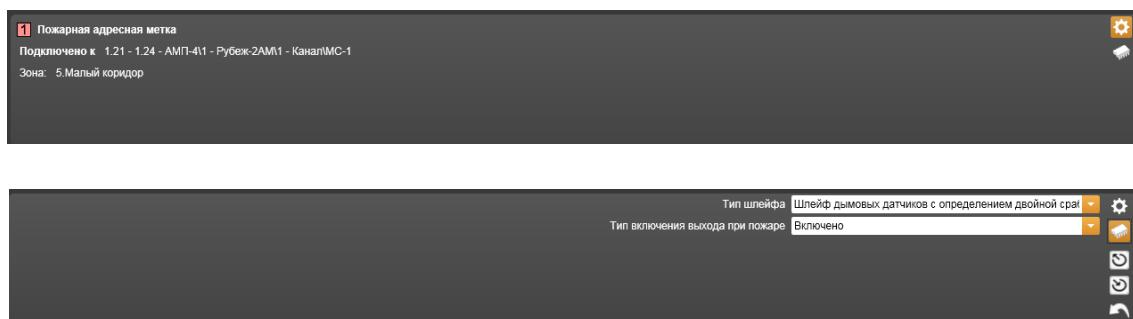

Рисунок 14.3.63 – Свойства Пожарной адресной метки в составе АМП-4
24) Пожарная адресная метка в составе АМП-4 (Рисунок 14.3.63).
- – **Параметры по умолчанию** – значок, при щелчке на котором происходит считывание параметров из памяти компьютера в таблицу параметров текущей закладки (Нижний рисунок 14.3.63).